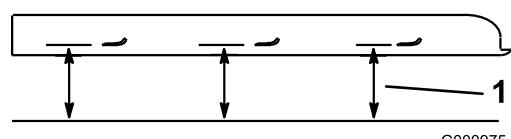

Figure 78
3. Placez la machine sur une surface plane, et tournez une lame dans le sens longitudinal. Mesurez au point A et entre la surface plane et le bord coupant des pointes des lames (Figure 78) Pour les tabliers de coupe de 36 pouces, reportez-vous à la Figure 79.